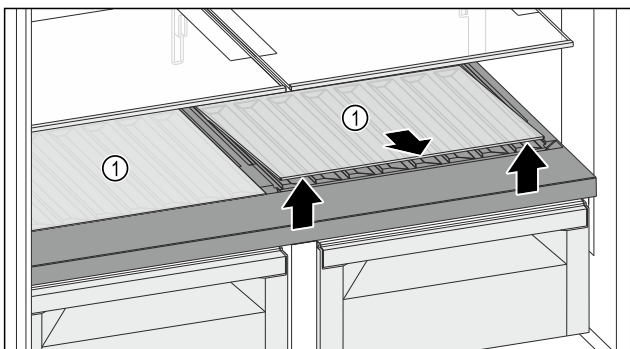

Fig. 122
- ▶ Приподнимите одну или обе стеклянные пластины Fig. 122 (1) за выемку спереди и извлеките.
- ▶ Уложите стеклянную пластину (стеклянные пластины) Fig. 122 (1) на хранение вне устройства.